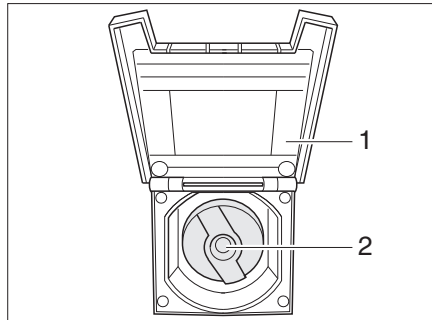

Fig. 255 Couvercle de fermeture pour bec de remplissage d'eau potable
- Ouvrir le clapet de fermeture (Fig. 255,1) vers le bec de remplissage d'eau potable.
- Insérer la clé dans le barillet (Fig. 255,2) et la tourner d'un quart de tour dans le sens inverse des aiguilles d'une montre.
- Ouvrir le bec de remplissage d'eau potable (Fig. 255).